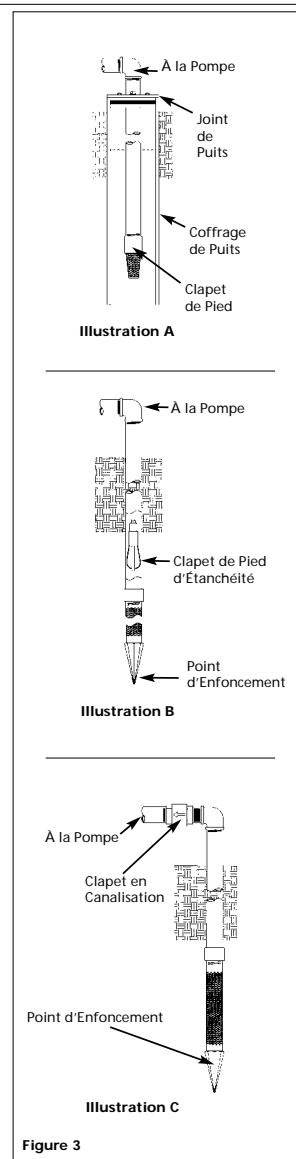

Figure 3
Utiliser une pompe pour puits de surface si la pompe est située à moins de 7,62 m verticalement du niveau d'eau. Les pompes pour puits de surface ont un seul tuyau entre la pompe et la source d'eau (Figure 3).
1. Installer un clapet de pied sur la première section de tuyau (Figure 3, Illustration A).
**REMARQUE:** Un clapet de pied d'étanchéité peut être installé dans le puits (Figure 3, Illustration B). Ce type de clapet de pied permet que le puits se remplit d'eau pendant l'amorçage et facilite la recherche des fuites. Respectez les instructions du fabricant pendant l'installation du clapet de pied d'étanchéité.
Alternativement, un clapet en canalisation peut être utilisé avec un puits creusé (Figure 3, Illustration C). Le tuyau entre le clapet et le niveau d'eau sera toujours à vide.